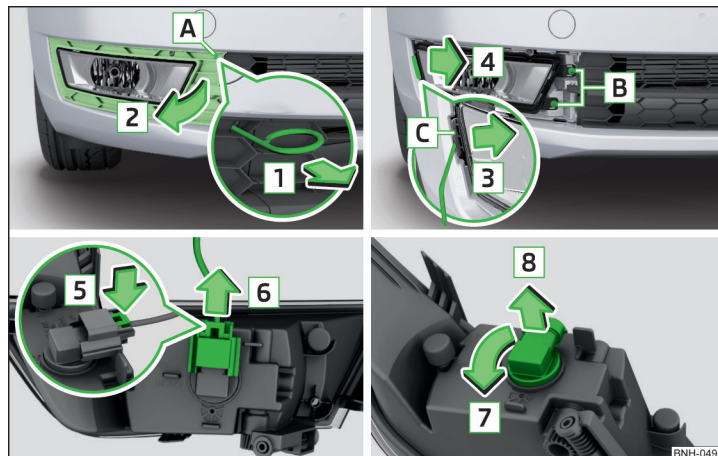

Abb. 158 Nebelscheinwerfer ausbauen / Glühlampe wechseln
- › In die Öffnung **A** » Abb. 158 den Bügel zum Abziehen der Radvollblenden » Seite 161, Bordwerkzeug einführen.
- › Den Nebelscheinwerfer entgegen der Pfeilrichtung [4] » Abb. 158 einsetzen und festschrauben.